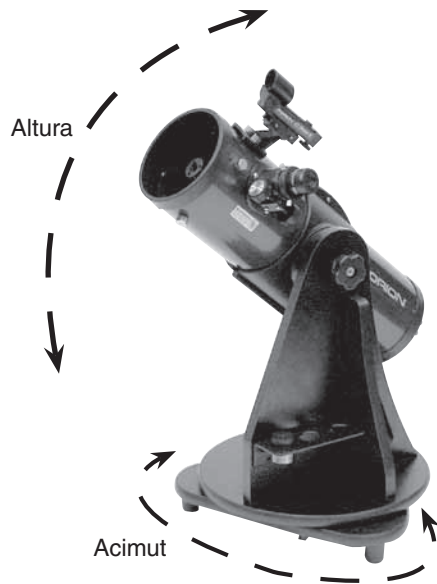

Figura 4. El StarBlast tiene dos ejes de movimiento: altura (arriba/abajo) y acimut (izquierda/derecha).
La **base altacimutal del StarBlast (5)** permite el movimiento en dos ejes: altura (arriba/abajo) y acimut (izquierda/derecha). Consulte la figura 4. El movimiento del telescopio hacia arriba/abajo y derecha/izquierda es la forma "natural" de las personas de buscar objetos, lo que hace que el apuntado del telescopio sea intuitivo y fácil.